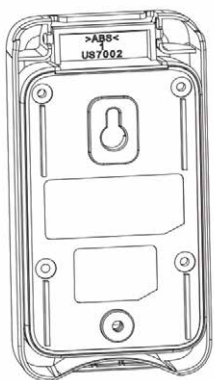

fig 1
- Paso 1: haga dos agujeros para los tornillos en la pared e instale el tornillo superior. **(fig. 1)**